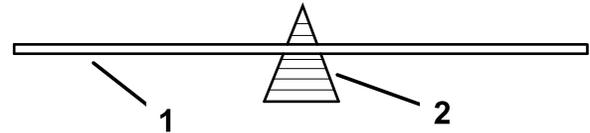

Bild 40
2. Nur für gerade Schnittmesser: Überprüfen Sie die Auswuchtung des Schnittmessers auf einer Auswuchtmaschine (Bild 40).